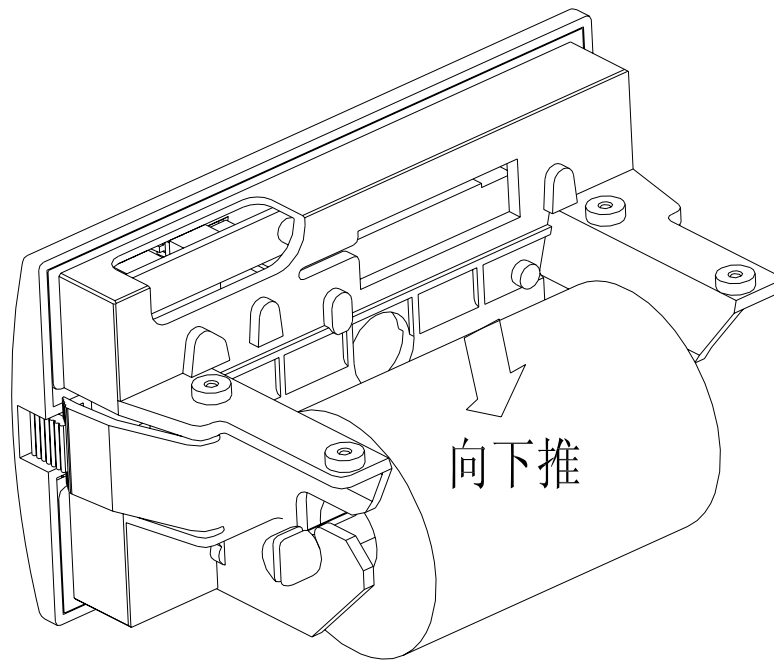

图 2-9
(4) 将新纸套在纸卷轴上，并按图 2-9 所示将纸卷轴安装牢固，不会掉出。